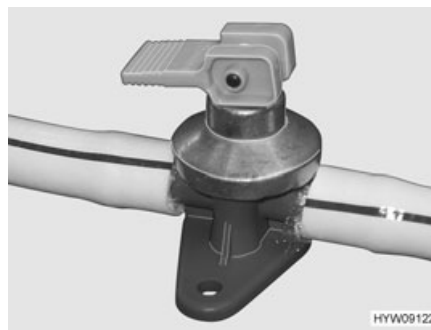

Fig. 113 Rubinetto di scarico (boiler)
- Aprire il rubinetto di scarico del boiler. A questo scopo posizionare verticalmente la leva a bilanciere (Fig. 113).